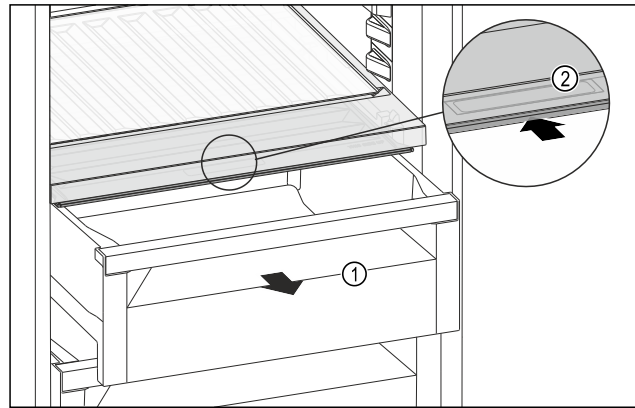

Fig. 145
- ▶ Schubfach Fig. 145 (1) herausziehen.
- ▶ Griffmulde Fig. 145 (2) am Fachdeckel anfassen und Fachdeckel gleichzeitig nach hinten schieben.